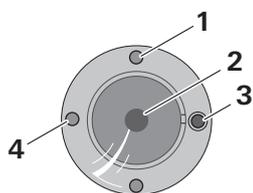

Fig. 16
Le récepteur IR (Fig. 16) a les affichages et les pièces de commande suivants :
- ▶ Presser le bouton ON/OFF du récepteur IR (Fig. 16) pendant une seconde, par exemple avec un stylo. La LED verte sur le récepteur IR clignote brièvement. Le système de climatisation est éteint.